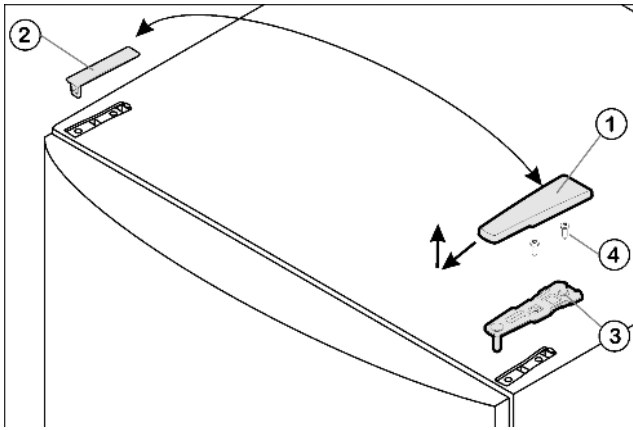

Fig. 4
- ▶ Потяните крышку Fig. 4 (1) вперед и вверх.
- ▶ Снимите крышку Fig. 4 (2).
- ▶ Открутите верхний опорный кронштейн Fig. 4 (3) (2 шт. Torx® 25) Fig. 4 (4) и вытяните вверх.
- ▶ Установите верхний опорный кронштейн Fig. 4 (3) на новой стороне шарнира и защелкните в дверце.
- ▶ Привинтите верхний опорный кронштейн (с моментом **4 Нм**)(2 шт. Torx® 25) Fig. 4 (4). При необходимости сделайте отверстия или используйте аккумуляторную отвертку.
- ▶ Наденьте и защелкните крышку Fig. 4 (1) и крышку Fig. 4 (2) на противоположной стороне снаружи.